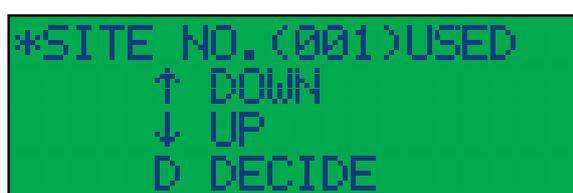
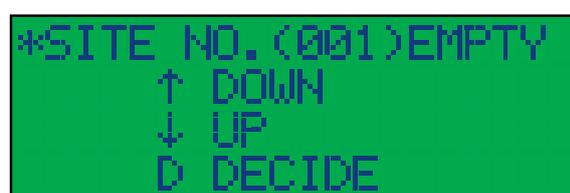

図 6-1 USED 表示例
図 6-2 EMPTY 表示例
- SITE 内にデータが記録されている場合は USED(図 6-1)と表示され、データが記録されていない場合には EMPTY(図 6-2)と表示されます。